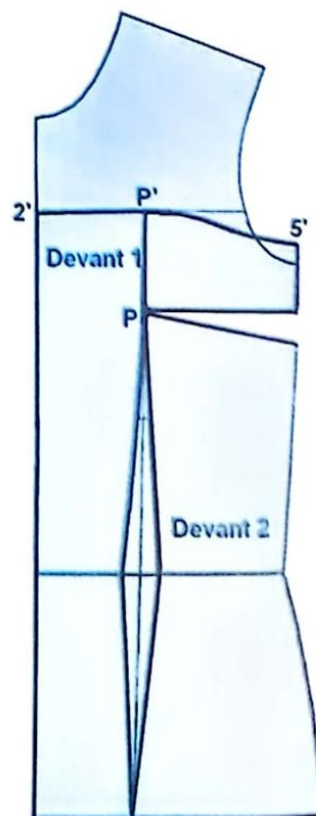

FIG. 1
#### DEVANT (fig.1 et 2)
- Tracez la forme du haut du bustier en joignant le point **2'** au point **P'** en ligne droite (forme variable selon votre choix) et entre le point **P'** et le point **5'** en légère courbe comme indiqué sur le dessin (fig.1).